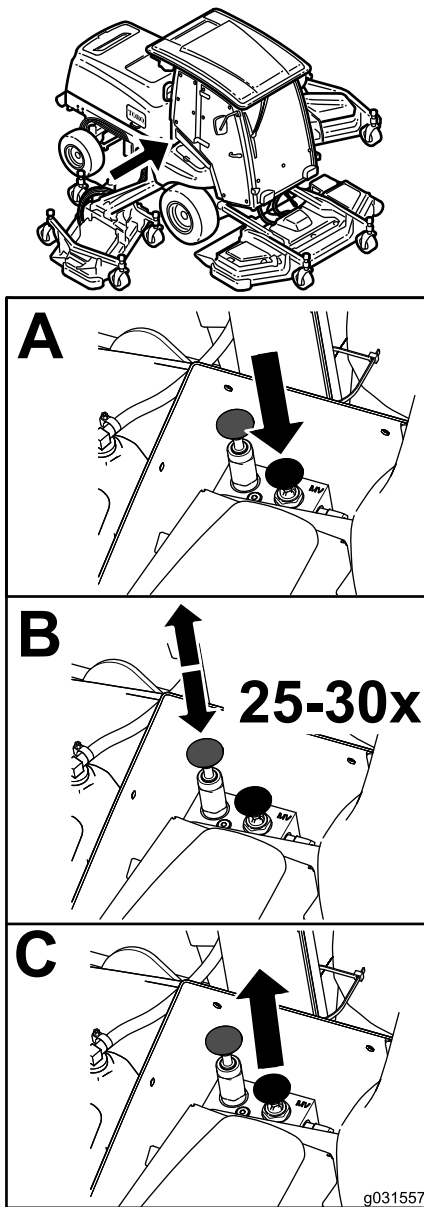

Figura 68
1. Valvola di bypass (2)
4. Rilasciate manualmente il freno di stazionamento utilizzando la valvola di bypass e lo stantuffo, come illustrato nella Figura 68.